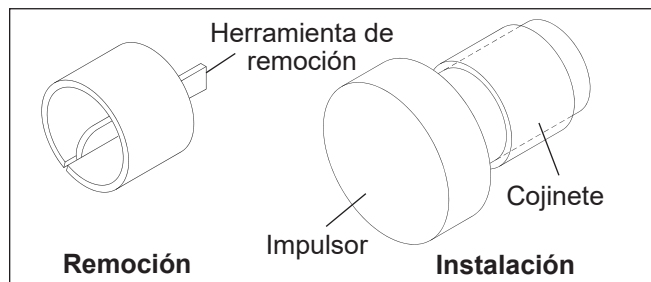

Figura 4.15 —
1. Desatornille el antiguo cojinete. Si esto no es posible, quítelo con un disco abrasivo, un cincel de corte o una hoja de sierra para metales (consulte la Figura 4.15). No dañe el diámetro interno del buje del cojinete.